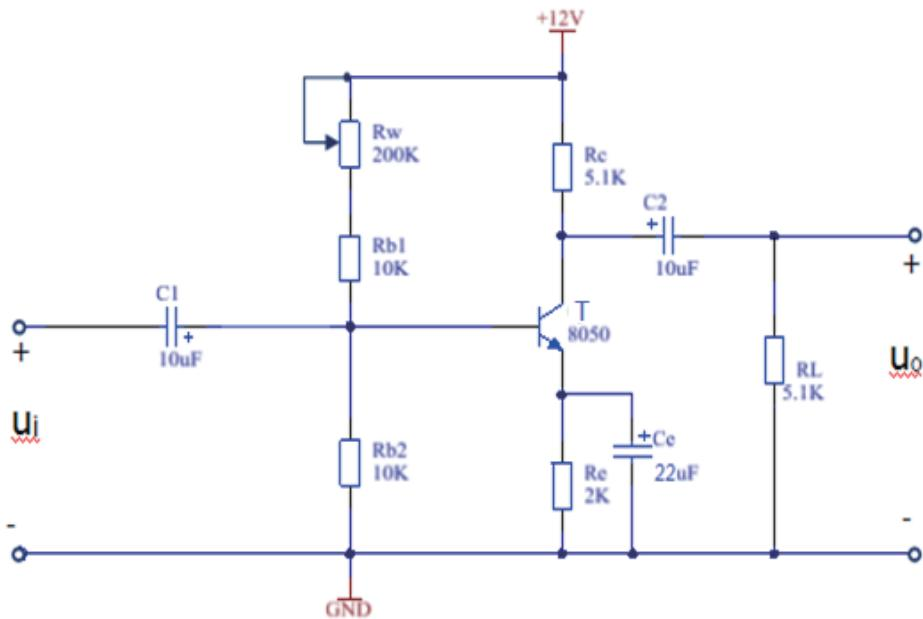

图 1-2-1 航空模拟式仪表指针驱动信号放大器原理图
某企业承接了一批航空模拟式仪表指针驱动信号放大器的装调任务，请按照相应的企业生产标准，正确选择和使用常用仪器、仪表和工具，完成该产品的组装与调试，实现该产品的基本功能，满足相应的技术指标，并正确填写相关技术文件或测试报告。电路原理图如图 1-2-1 所示。
③根据图 1-2-1 所示航空模拟式仪表指针驱动信号放大器原理图，将信号发生器调至 $u=30mV$ ， $f=2KHz$ ，连接到航空模拟式仪表指针驱动信号放大器的 u_i ，将示波器连接到电路输出 u_0 上，请将 u_0 的波形及有关参数记录在表 1-2-3 中。